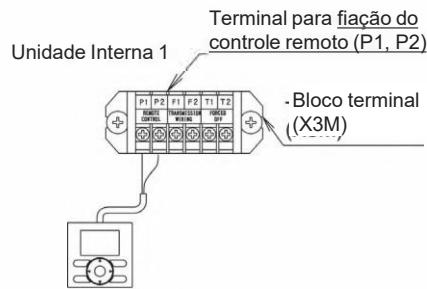

Fig. 26.
(1) Remova a tampa da caixa de controle.
(2) Certifique-se de conectar a fiação cruzada entre os terminais (P1, P2) dentro da caixa de controle para o controle remoto. (Não há polaridade.) **(Consulte a Fig. 26)**